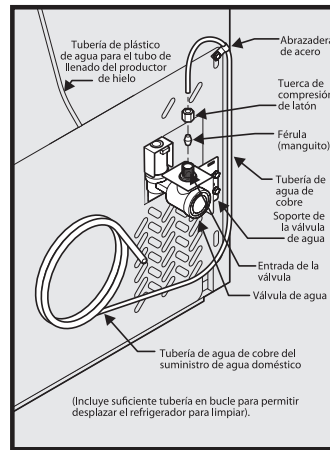

Figura 1
4. **Si usa tuberías de cobre:** deslice la tuerca de compresión de latón y luego la férula (manguito) en la tubería de suministro de agua. Empuje la tubería de suministro de agua hacia dentro de la entrada de la válvula de agua lo más posible (1/4 de pulgada/6,4 mm). Deslice la férula (manguito) en la entrada de la válvula y apriete manualmente la tuerca de compresión en la válvula. Apriete otra media vuelta con una llave; NO apriete en exceso. Vea la Figura 1.